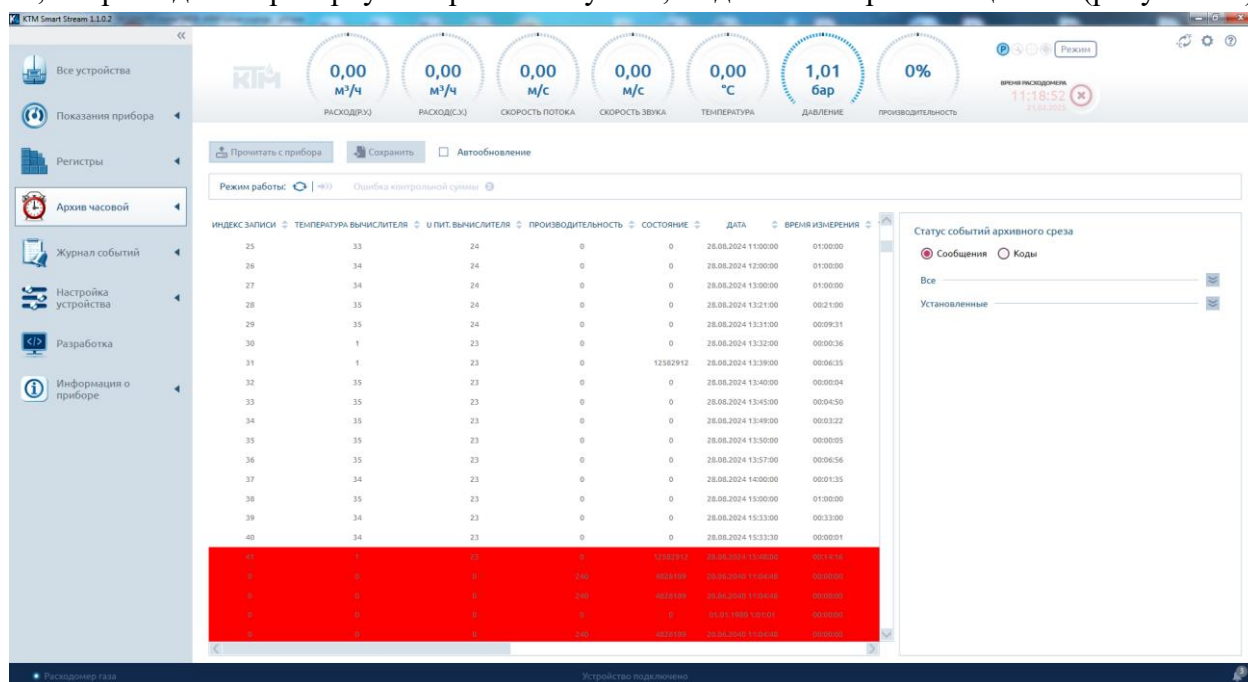

Рисунок 51 – Пример отображения событий, не прошедших проверку контрольной суммы
4.13.2.6 Каждое событие, записанное в архив, защищено контрольной суммой. События, не прошедшие проверку контрольной суммы, выделяются красным цветом (рисунок 51).